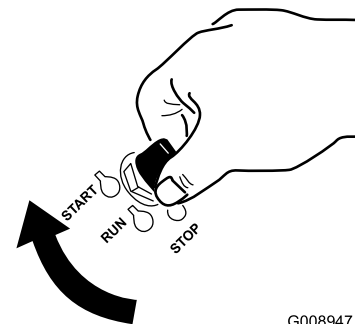

Figure 19
1. Tournez la clé à la position DÉMARRAGE (Figure 19).